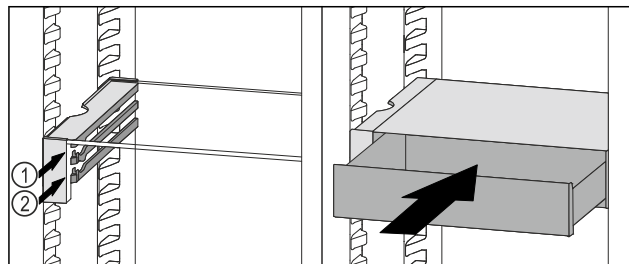

Fig. 126
- ▶ Plasser VarioSafe-skuffen bak stopperne på ønsket rille Fig. 126 (1) eller Fig. 126 (2).